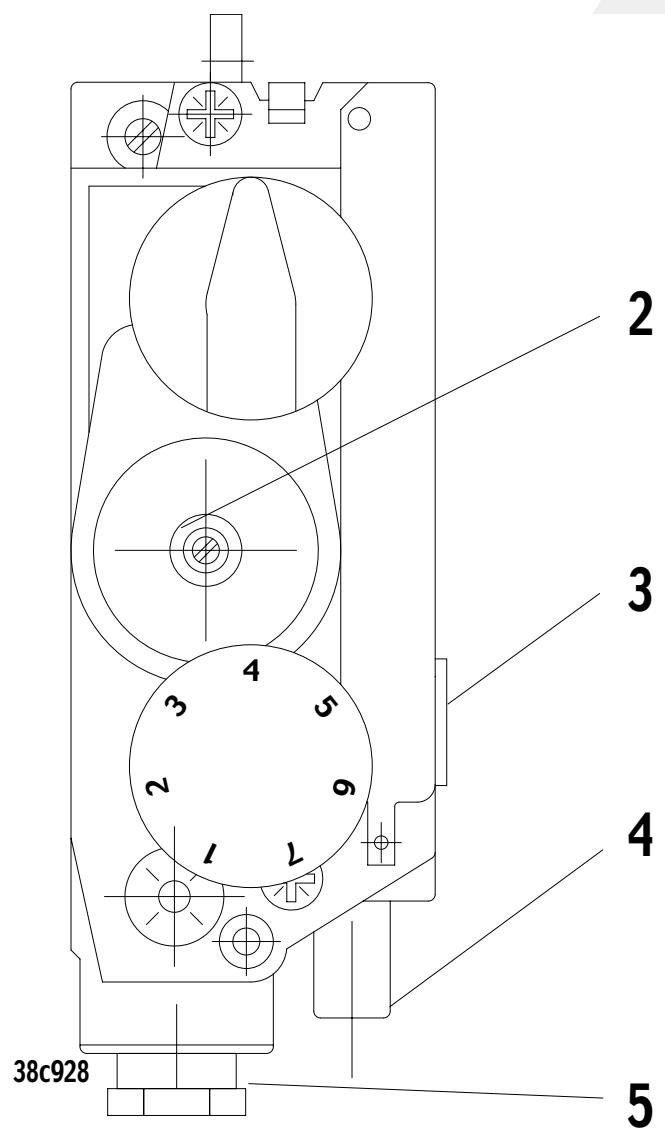

Fig. 15
3. Cabeça de injector de ajustamento de precisão (fig. 15, pág. 64)
4. Ajustamento da pressão do queimador (fig. 15, pág. 64)